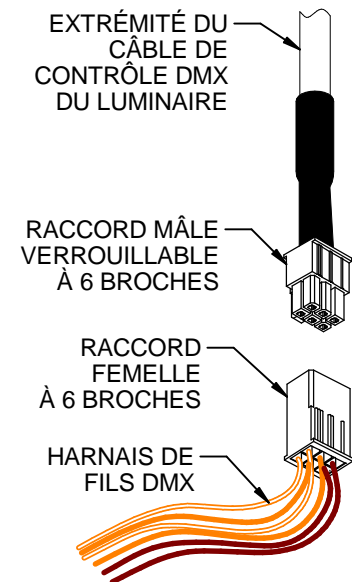

Fig. 2
3. **Au compartiment de câblage du luminaire :** effectuez les raccords électriques dans le compartiment de câblage du luminaire MC10LED, conformément aux consignes d'installation. Raccordez le câble de commande DMX en connectant le raccord mâle verrouillable à 6 broches du câble DMX du luminaire au connecteur femelle à 6 broches du harnais de fils DMX (**Fig. 2**). Le harnais de fils DMX comprend des fils orange, orange avec rayures blanches, et brun, et son extrémité est dotée du connecteur à 6 broches. Veillez à ne pas tirer sur le harnais de façon excessive pour le raccorder. La manipulation insouciante du harnais peut endommager ou défaire les connexions au pilote DEL. **REMARQUE :** Si le luminaire ne compte pas tous les pilotes possibles (versions 4L, 8L ou 12L), il y aura trois connecteurs WAGO à 3 ports qui sont connectés aux broches de faisceau inutilisées dans le compartiment de câblage.